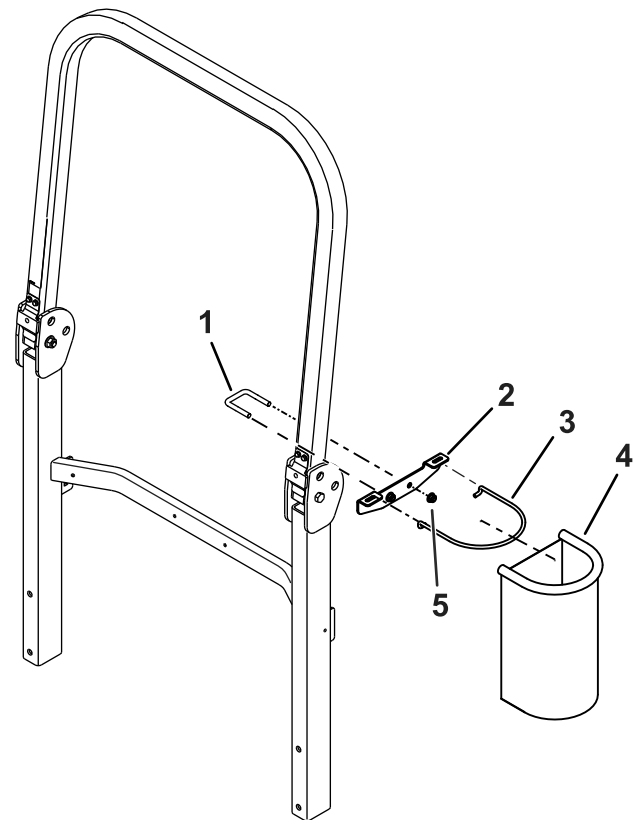

Figura 2
2. Fissate senza serrare la staffa piccola al roll bar con un cavallotto e 2 dadi di bloccaggio ($\frac{3}{8}$ " come mostrato nella Figura 2.
3. Posizionate la staffa sul roll bar in modo che non interferisca con la macchina (Figura 2).
4. Serrate il cavallotto che fissa la staffa piccola (Figura 2).
5. Montate il contenitore portarifiuti e l'asta sulla staffa piccola (Figura 2).